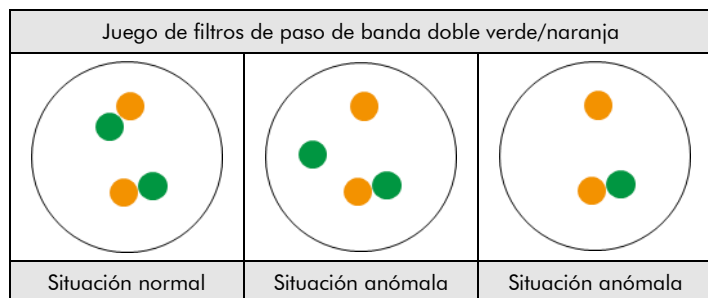

Fig. 2: Resultados previstos en núcleos normales y anómalos
**Situación normal:** En las interfases de células normales o células sin una translocación que afecte a la región del gen ALK, aparecen dos señales de fusión verdes o naranjas (ver Fig. 2).
**Situación anómala:** Una región del gen ALK afectada por una translocación se indica mediante una señal verde independiente y una señal naranja independiente. Una inversión de EML4-ALK con eliminación de secuencias de 5'-ALK se indica mediante una o múltiples señales naranjas aisladas (ver Fig. 2).